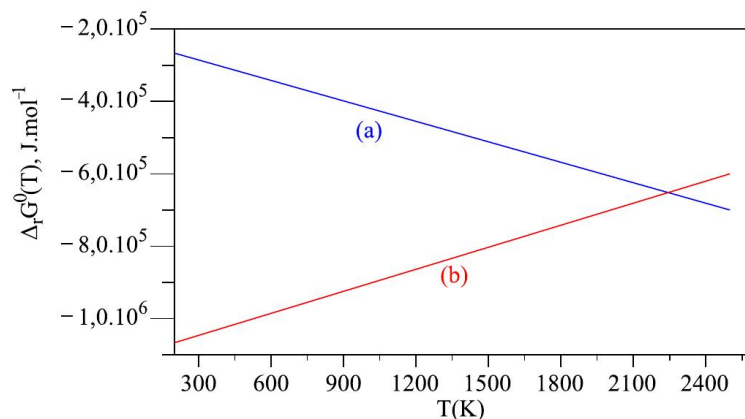

Figure 1 – Enthalpie libre standard de réaction en fonction de la température.
- 4 - Compte tenu des états physiques des réactifs et produits apparaissant dans l'équation de la réaction (1), prévoir le signe de $\Delta_r S_1^\circ$. Attribuer alors la courbe (a) ou (b) de la figure 1 à $\Delta_r G_1^\circ(T)$ en justifiant votre choix.
L'évolution de l'enthalpie libre standard de réaction $\Delta_r G_2^\circ(T)$ en fonction de la température pour une réaction (2) entre le carbone et l'oxygène a également été représentée sur la figure 1. La représentation a été rapportée à une mole de dioxygène.
- 6 - Proposer deux équations pour les réactions correspondant aux réactions du dioxygène sur le carbone, formant dans le premier cas du dioxyde de carbone gazeux, dans le second cas du monoxyde de carbone gazeux. Indiquer le degré d'oxydation de l'élément carbone dans chacun des deux produits envisagés. Compte tenu de l'allure de la courbe, justifier que la courbe (a) ou (b) est attribuée à la réaction (2) d'obtention de l'oxyde présentant le carbone avec le degré d'oxydation le plus faible.
8 - Prévoir à partir de quelle température la réduction de l'oxyde d'aluminium est théoriquement possible. Justifier votre raisonnement à partir de la figure 1.